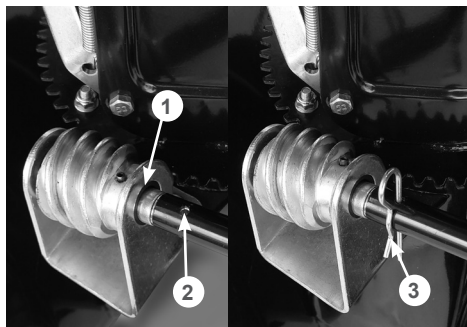

Рис. 25 Крепление рычага управления поворотом жёлоба
- установите рычаг на червячный вал механизма поворота жёлоба, совместите отверстия в вале и рычаге и зафиксируйте рычаг шплинтом (Рис. 25).